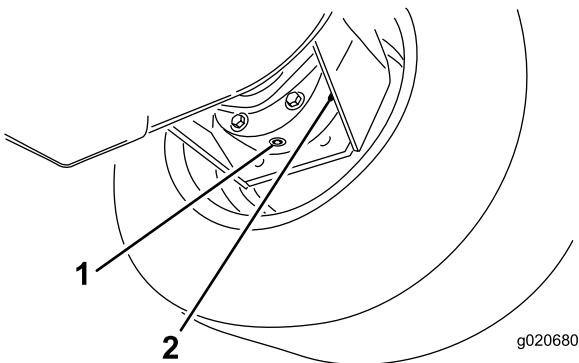

Figura 59
3. Coloque o recipiente de escoamento por baixo da estrutura do travão, retire o tampão e deixe o óleo escorrer para o recipiente (Figura 59).